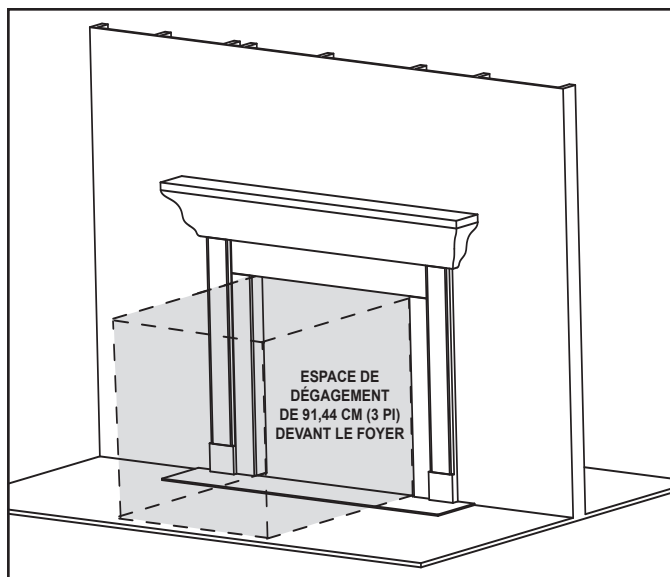

Figure 3.1 Exigences de dégagement - tous les modèles
**AVERTISSEMENT! NE PAS placer d'objets inflammables devant le foyer ou de manière à recouvrir les ailettes. Des températures élevées peuvent allumer un incendie. Voir la figure 3.1.**